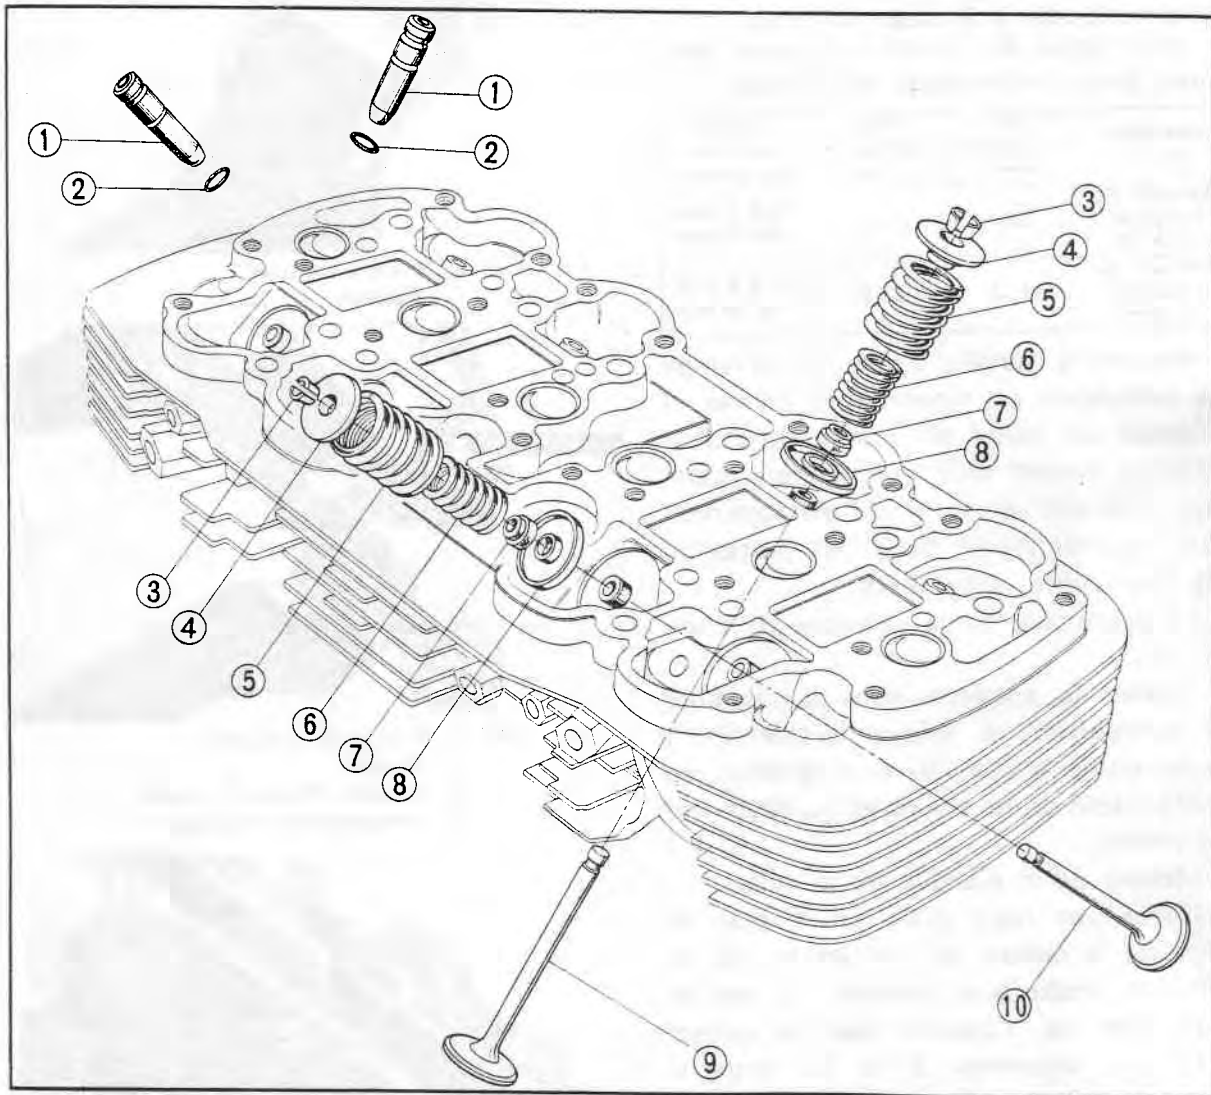

Fig. 3-55
1. Nettoyer les pièces composant la culasse et les remonter conformément à la Fig. 3-55.